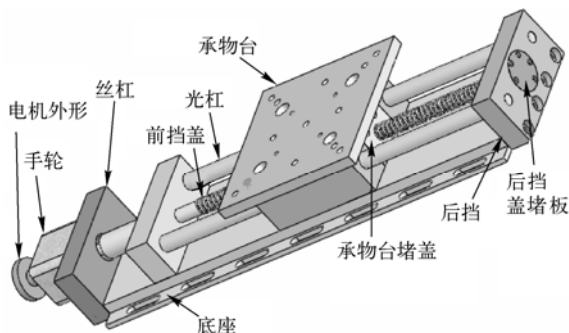
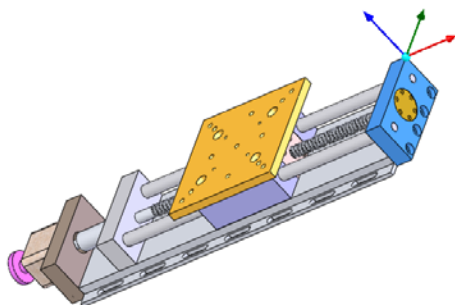

图 11-45 打开的文件实体
图 11-46 选择零件后的装配体
(1) 打开的文件实体如图 11-45 所示。
(2) 选择菜单栏中的“插入”→“爆炸视图”命令，系统弹出“爆炸”属性管理器。
(3) 在“设定”选项组的（爆炸步骤零件）列表框中，单击如图 11-45 所示的“底座”零件，此时装配体中被选中的零件被亮显，并且出现一个设置移动方向的坐标，选择零件后的装配体如图 11-46 所示。
(4) 单击如图 11-46 所示的坐标的某一方向，确定要爆炸的方向，然后在“设定”选项组的（爆炸距离）文本框中输入爆炸的距离值，如图 11-47 所示。